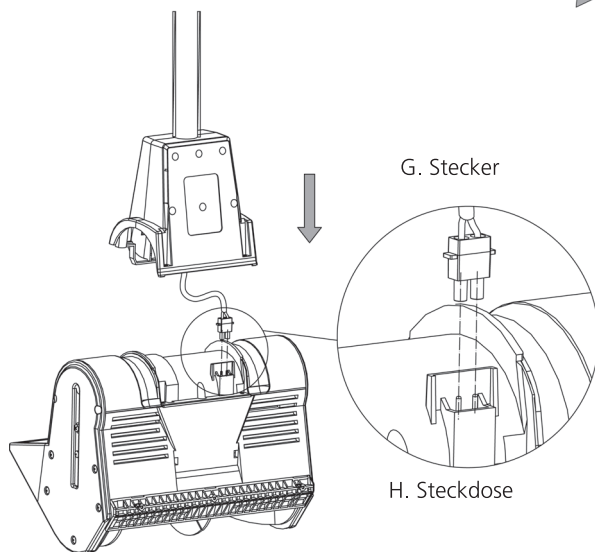

Abb. 4
- a) Stecken Sie den Stecker (G) in die Steckdose (H) auf der Motorabdeckung (Abb. 4).